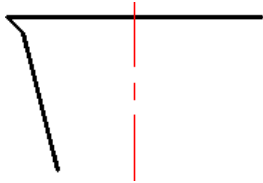

图 17.7.4 绘制中心线
Step4. 绘制图 17.7.4 所示垂直中心线。在“图层”面板中，选择“中心线”图层；选择下拉菜单 **绘图(D)** → **直线(L)** 命令，选择图中所示的中点 A 作为直线的起点，向上移动光标，在命令行中输入长度值 3 后按 Enter 键，输入坐标值(@35<270)后按两次 Enter 键。